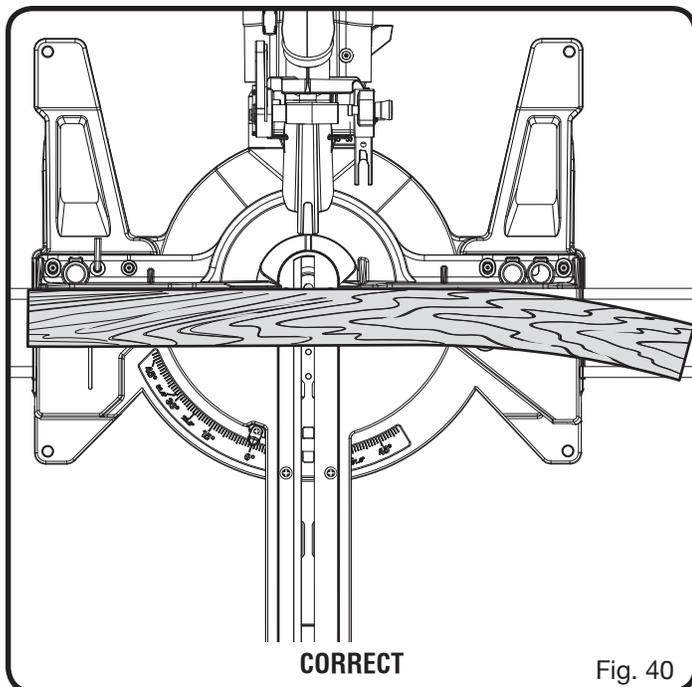

Fig. 40
- Placer la pièce à couper à plat sur la table à onglet, l'un de ses bords solidement appuyé contre le guide. Si la planche est voilée, placer le côté convexe contre le guide. Si le bord concave d'une pièce est placé contre le guide, la pièce peut se refermer sur la lame en fin de coupe et la bloquer. Voir les figures 40 et 41.
Voir les figures 40 et 41.
Lors de la coupe d'une pièce voilée, toujours s'assurer que son bord convexe est placé contre le guide, comme le montre la figure 40.